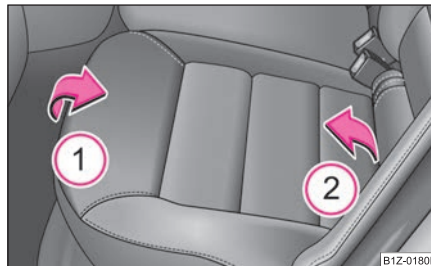

Fig. 65 Plierea scaunului din spate
- Ridicați bancheta din spate în sensul săgeții ① și rabatați-o în față conform săgeții ② ⇒ pagina 72, fig. 65.